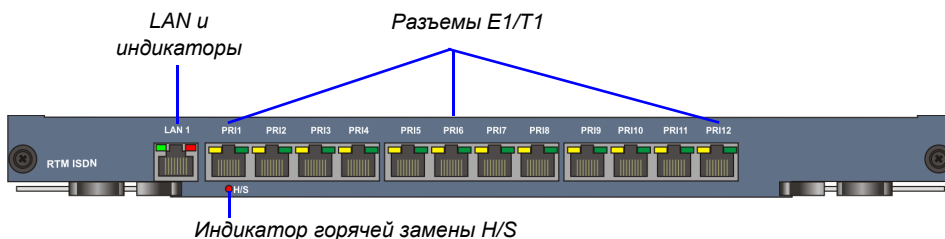

Рис. 1-12 Компоновка задней панели RMX 4000 RTM ISDN
- В любой из 12 разъемов можно подключить 7 линий E1 или 9 линий T1 PRI, как показано на Рис. 1-12